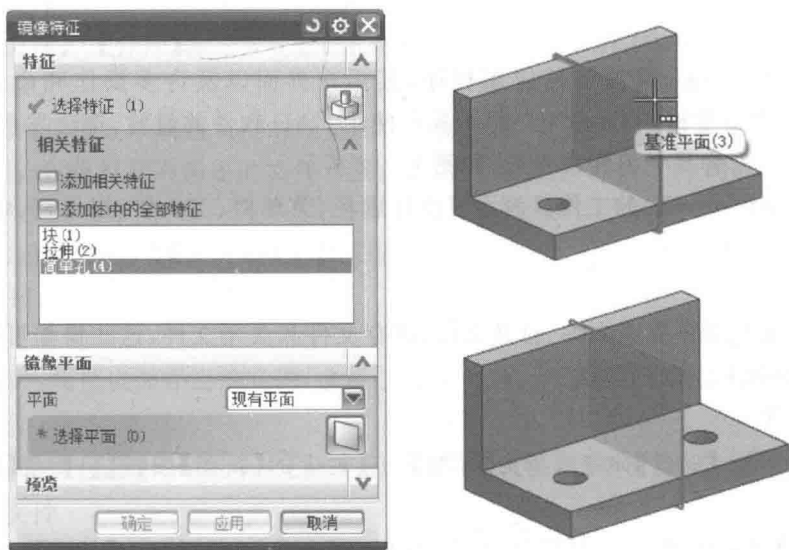

图1-10 建立镜像特征
⑤ 选择【插入】|【关联复制】|【镜像特征】命令,出现【镜像特征】对话框,在【相关特征】组的候选特征列表中选择【简单孔】选项;在【镜像平面】组中,从【平面】下拉列表框中选择【现有平面】选项,在图形区选取镜像平面,如图1-10所示,单击【确定】按钮,建立镜像特征。